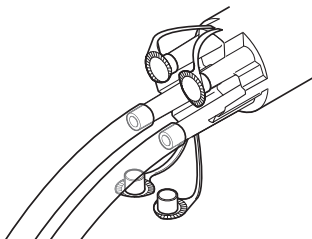

Figura 4 Collegamento della cannula al collettore
3. Collegare la cannula di aspirazione al(i) raccordo(i) del collettore (Figura 4). Usare una cannula di aspirazione con diametro interno di 5/16 di pollice (7,9 mm) o una cannula di aspirazione con diametro interno di 1/4 di pollice (6,4 mm) con un adattatore da 5/16 di pollice (7,9 mm), come necessario.